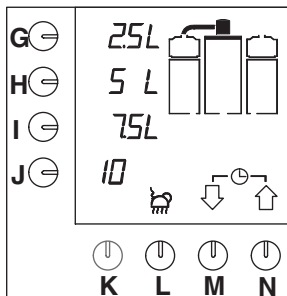

Fig. 7 Display standaard keuzemogelijkheden
- Het indicatielampje in de schakelaar gaat branden. De standaard keuzemogelijkheden verschijnen in het display (fig. 7).